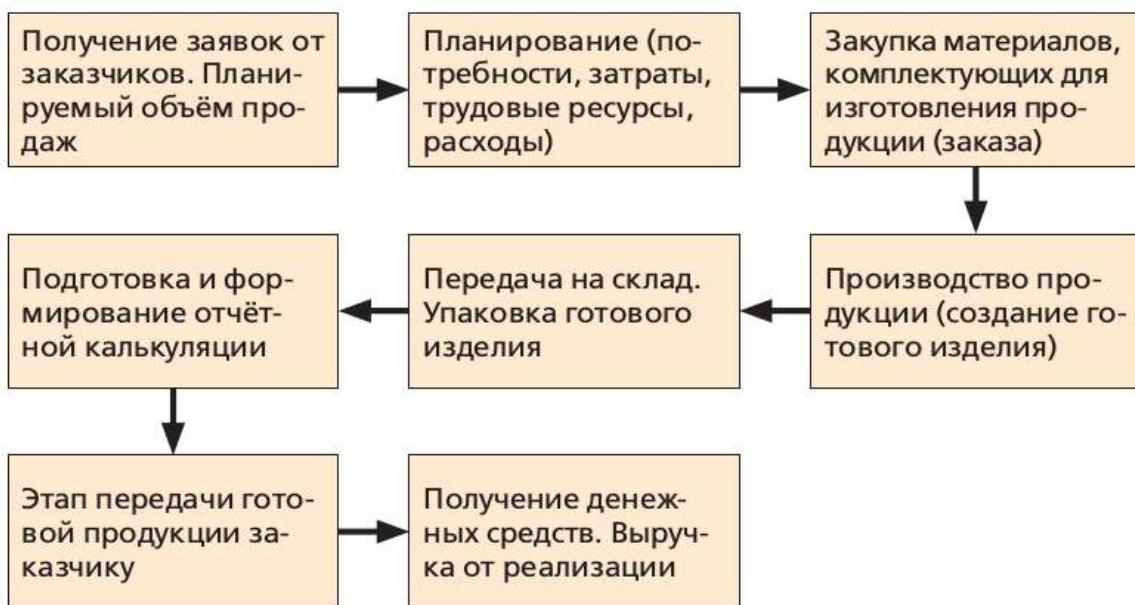

Рис. 1.2. Общая схема управления бизнес-процессом
- подбор квалифицированных сотрудников, разработка и внедрение системы мотивации персонала, выбор нужной формы оплаты труда (рис. 1.2).